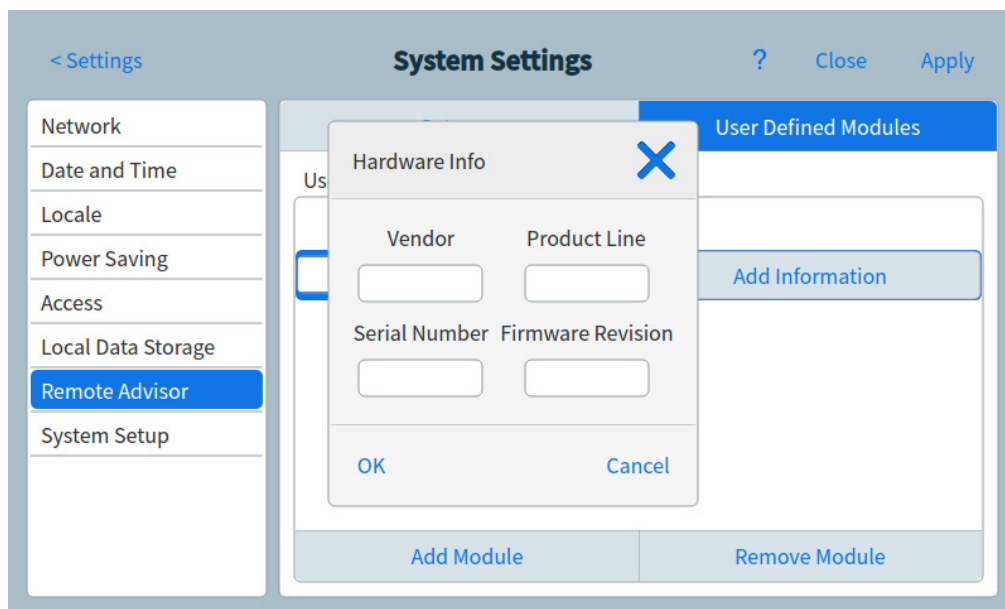

Figura 48 Pagina avviso remoto - finestra di dialogo Hardware
- d Premere **Add Information**. Si apre la finestra di dialogo Hardware. Vedere Figura 48.